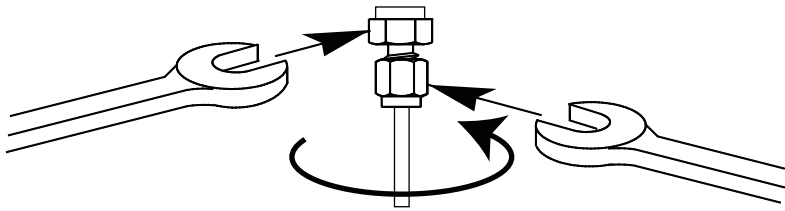

图 29 最终拧紧
- 9 对于 1/8 英寸的 Swagelok 接头，请使用一对扳手拧动一圈的 3/4（请参见图 29）。